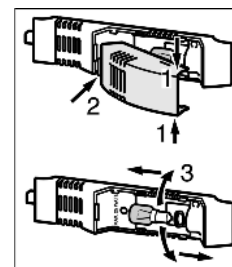

Fig. 9
- ▶ Возьмитесь за крышку лампы сверху и снизу *Fig. 9 (1)*.
- ▶ Выведите крышку лампы сзади из зацепления и снимите *Fig. 9 (2)*.
- ▶ Замените лампу *Fig. 9 (3)*.